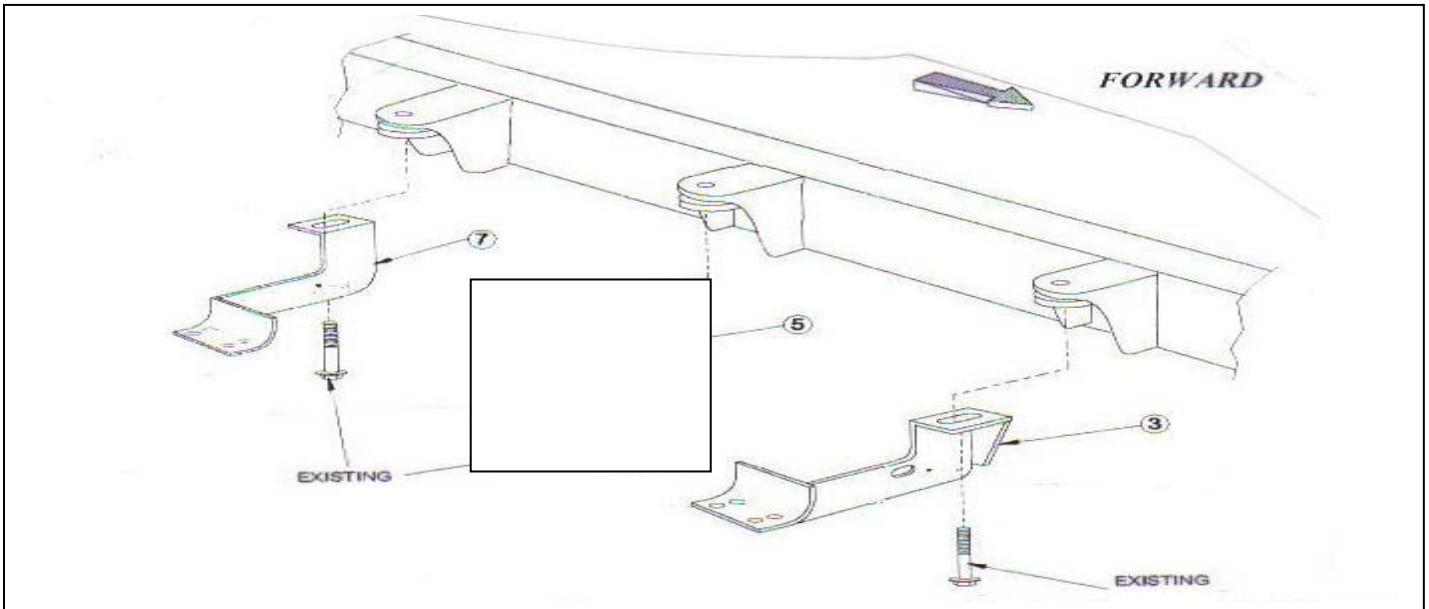

FIGURE 1
**STEP 3** INSTALL BRACKETS AS SHOWN. HAND TIGHTEN (SEE FIGURE 1).